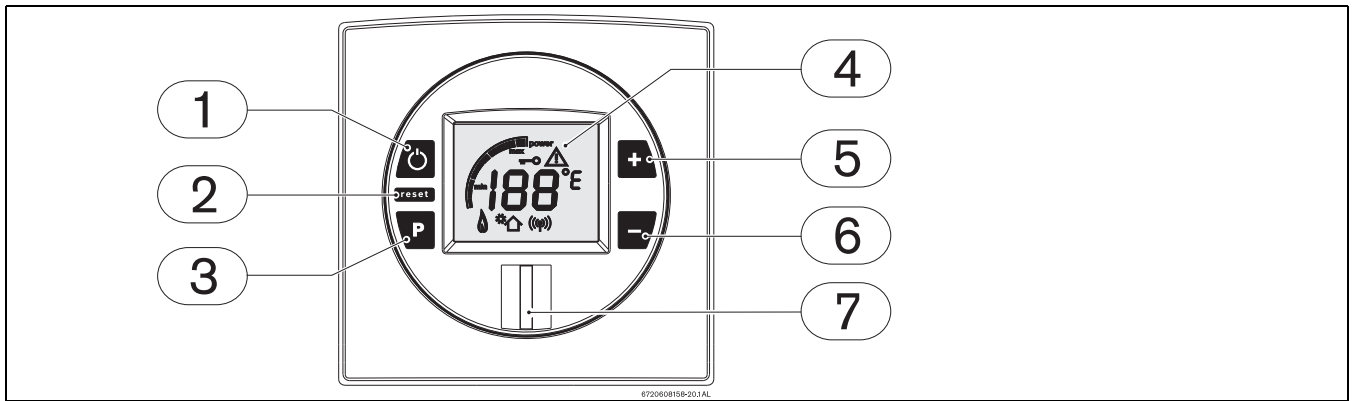

Рис. 4
Вимкніть апарат (Рис. 4, поз. 1).
- ▶ Натисніть та утримуйте натиснутою кнопку програмування (Рис. 4, поз. 3), натисніть вимикач живлення (Рис. 4, поз. 1), щоб увімкнути апарат. Відпустіть кнопку програмування тільки після того, як на РКД з'явиться «188»
- ▶ Натисніть кнопку вимикача (Рис. 4, поз. 1), щоб вимкнути апарат.